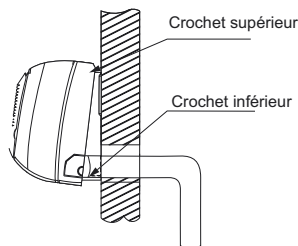

Figure 13 – Installation du module intérieur
7. Poussez la partie inférieure du module intérieur contre le mur, puis déplacez le module intérieur d'un côté à l'autre et de haut en bas pour vérifier qu'il est bien accroché (voir la figure 13).